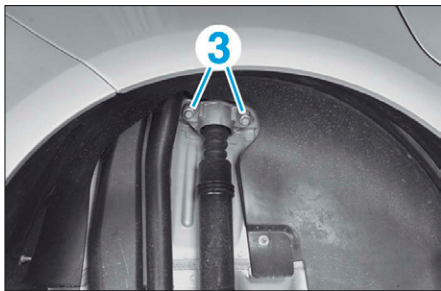

FIG. 33
- Déposer les vis supérieures (3) de l'amortisseur (Fig.33).